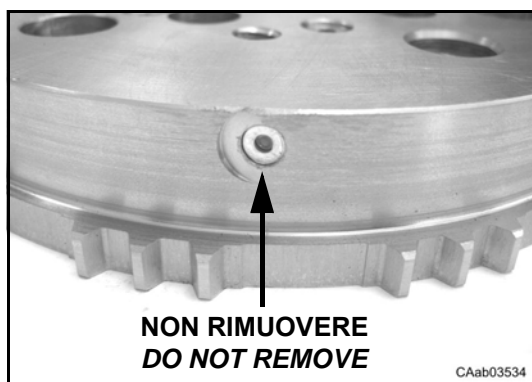
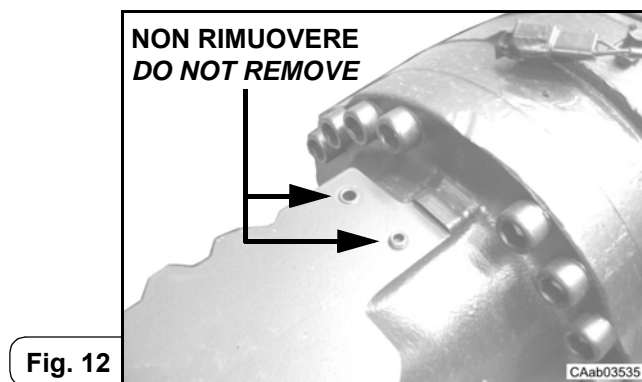

Fig. 11
Fig. 12
**Vedi:** Fig. 11 e Fig. 12.
**See:** Fig. 11 and Fig. 12